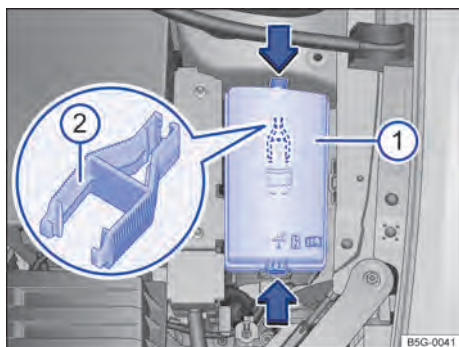

Fig. 174 No compartimento do motor: cobertura ❶ da caixa de fusíveis com pinça de plástico ❷.
No lado interno da cobertura da caixa de fusíveis no compartimento do motor pode haver uma pinça de plástico → Fig. 174 ② para a retirada dos fusíveis.
- Pressionar as travas no sentido da seta → Fig. 174 ❶, para destravar a cobertura da caixa de fusíveis.